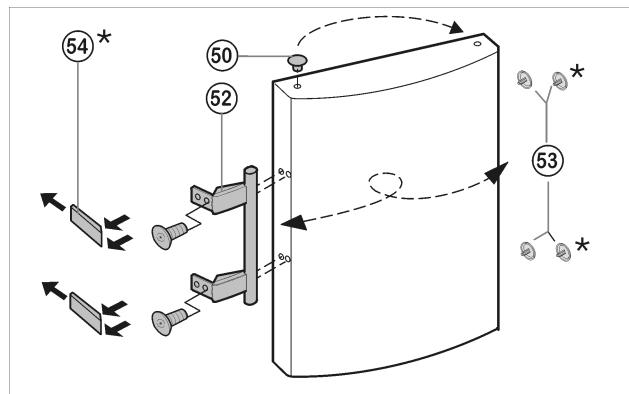

Fig. 14
- ▶ Enlever le bouchon *Fig. 14 (50)* du coussinet de la porte et le permuter de l'autre côté.
- ▶ Démonter la poignée de porte *Fig. 14 (52)*, les bouchons *Fig. 14 (53)* et les plaques d'appui* *Fig. 14 (54)* et les permuter sur le côté opposé.